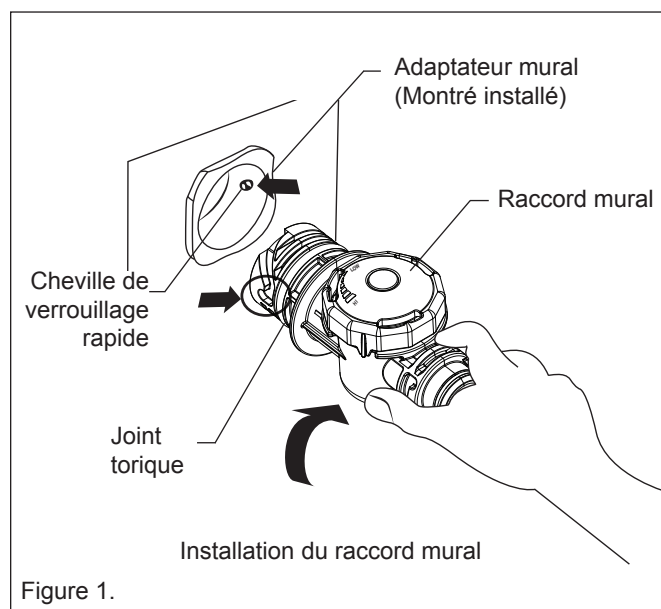

Figure 1.
4. Insérez l'adaptateur mural dans la conduite de retour fileté NPT de 1-1/2 po (38 mm). Serrez à la main. **Voir la Fig. 1.**
5. Alignez le raccord mural avec la cheville de verrouillage rapide à l'intérieur de l'adaptateur mural. Tournez de 1/4 de tour dans le sens horaire pour verrouiller le raccord mural. **Tirez légèrement vers l'extérieur afin d'assurer un bon alignement pour engager les chevilles de verrouillage rapide. Voir la Fig. 1.**